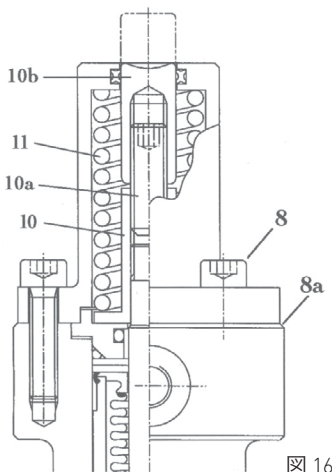

図 16
- 1 バヨネットアダプター式のみ(スピンドルシールタイプB) (図16を参照)